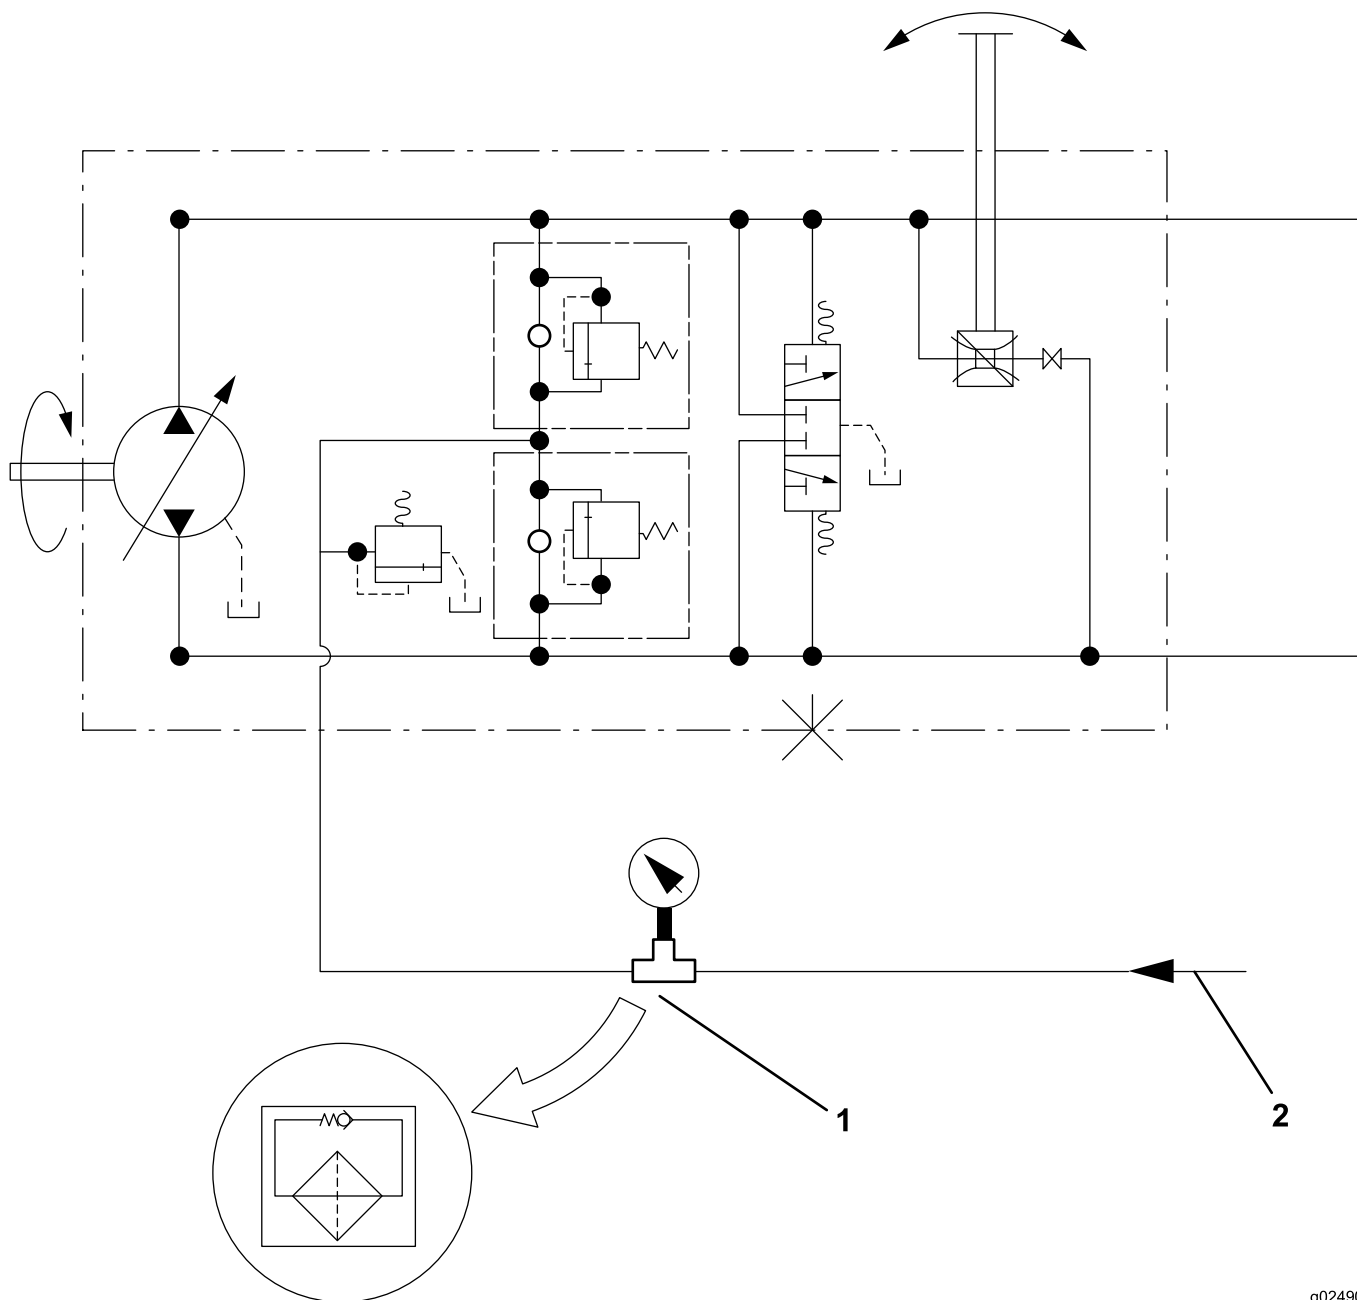

Figura 5
4. Rimuovete il gruppo testa del filtro idraulico di carico più piccolo e installate un manometro da 500 psi (34,47 bar) in linea con il tubo di alimentazione di carico come mostrato in Figura 5. Se il manometro fa parte di un gruppo flussometro, prima di eseguire i seguenti test, accertate che il flussometro sia completamente aperto.